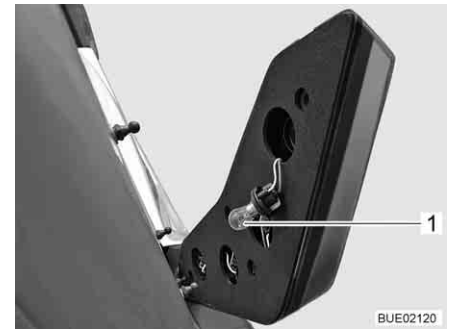

Fig. 274 Luce posteriore
- Accedere al foro dalla parte posteriore dell'involucro. Ruotare e sfilare la cornice (Fig. 274,1) (chiusura a baionetta). Come esempio in figura è illustrata la luce freno.